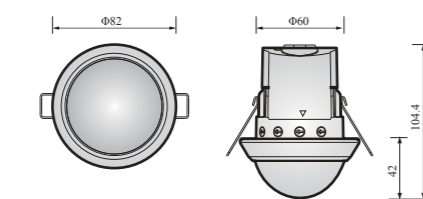

FIG.1
- KDP4 FP: Φ 82 x 104,4 mm (consultar FIG.1)